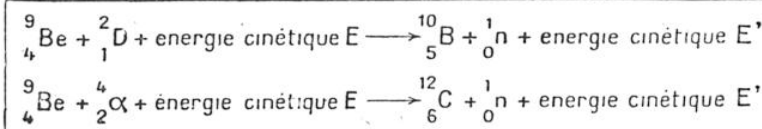

FIG. 7. — SCHÉMA DE LA PRODUCTION DE NEUTRONS PAR BOMBARDEMENT DU BÉRYLLIUM PAR DES DEUTONS OU PAR DES PARTICULES ALPHA
Pour produire des neutrons, on bombarde au cyclotron une cible de béryllium avec des deutons (noyaux d'hydrogène lourd). La figure 7 schématise cette réaction (1).
Dans la bombe, on peut imaginer une autre source de neutrons suivant le schéma de la figure 7. Une source radioactive, émettrice de rayons α , est mise au moment voulu en présence de béryllium. Les neutrons émis agissent sur les atomes d'uranium 235 et amorcent quelques ruptures. Celles-ci libèrent des neutrons qui, à leur tour, entrent en jeu et en libèrent d'autres et ainsi de suite presque instantanément, avec émission d'une énergie de près de 10 000 kWh par gramme d'uranium 235 désintégré en éléments plus légers. La température de la bombe et des matériaux environnants monte vertigineusement, les pressions augmentent démesurément et en une fraction infime de seconde tout l'uranium 235 de la bombe a cédé son trop plein d'énergie. Si toute la masse du noyau de l'uranium disparaissait, en d'autres termes s'il n'y avait pas d'éléments chimiques plus légers issus de la rupture, on obtiendrait une libération d'énergie beaucoup plus considérable. L'annihilation totale en énergie rayonnante d'un noyau de masse 1 libère près d'un milliard d'électron-volts et celle d'un noyau d'uranium 235 serait donc 235 fois plus grande, soit près de 250 milliards d'électron-volts au lieu de 100 millions libérés par la réaction du type de la figure 1.